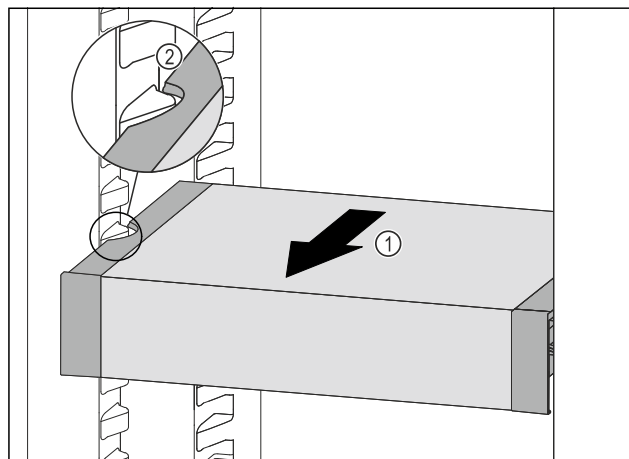

Fig. 132
- ▶ VarioSafe pocignc w przód Fig. 132 (1), aŹ boczne wycięcia szuflady VarioSafe bd sie znajdować na wysokośći zebor pojemnika w chłodziarce. Fig. 132 (2)